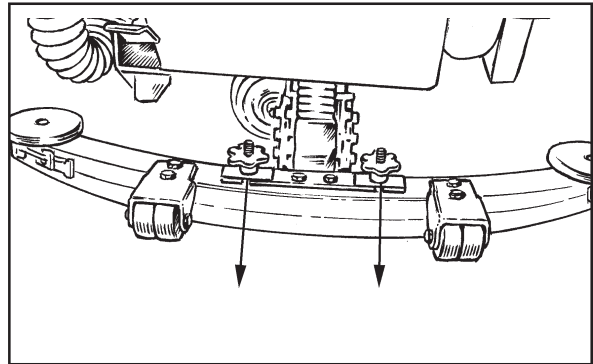

Figura 31
1. Afloje las dos manecillas de fijación del conjunto de la bayeta y luego desmóntelo. (Figura 31)